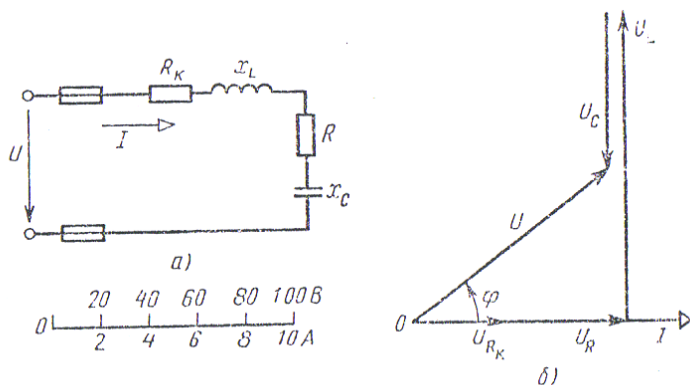

Рис. 3
2) Неразветвленная цепь переменного тока «держит катушку с активным-сопротивлением  $r_k = 3$  Ом и индуктивным  $x_L = 12$  Ом, активное сопротивление  $R = 5$  Ом и конденсатор с сопротивлением  $x_C = 6$  Ом (рис. 3, а). К цепи приложено напряжение  $U = 100$  В (действующее значение). Определить: 1) полное сопротивление цепи; 2) ток; 3) коэффициент мощности; 4) активную, реактивную и полную мощности; 5) напряжение на каждом сопротивлении. Начертить в масштабе векторную диаграмму цепи.